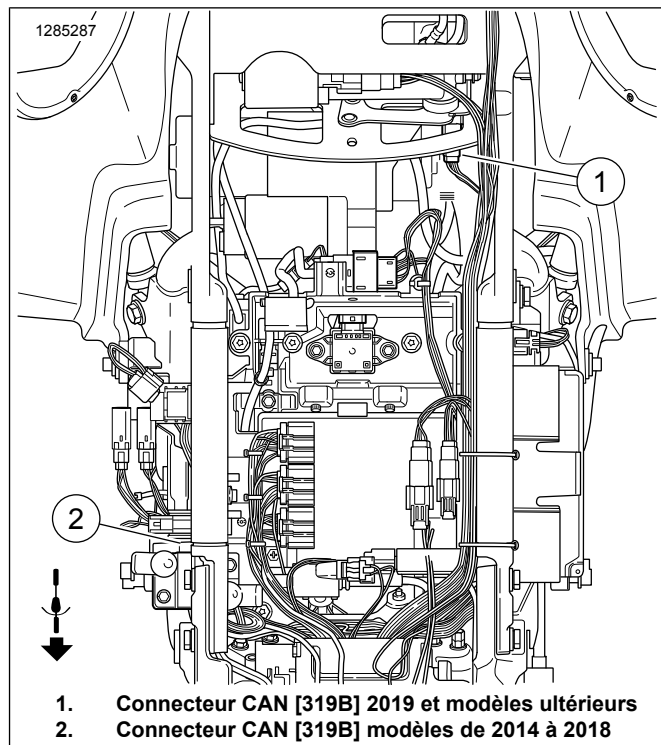

Figure 3. Connecteur CAN [319B]
- c. Voir Figure 3 . Repérer le connecteur CAN Delphi bidirectionnel [319B] (1) sous le couvercle latéral droit.
- d. Le capuchon est un ensemble de résistances d'extrémité fixé au boîtier. Retirer le connecteur [319B] (1) de l'ensemble de résistances.
- f. S'il s'agit de la seule connexion d'amplificateur (arrière) pour cette procédure de pose, reconnecter le côté [319B] (1) du faisceau C du kit à l'ensemble de résistances de terminaison mentionné à l'étape B ci-dessus. Si plusieurs amplificateurs arrière sont utilisés, connecter en guirlande [319B] de ce faisceau à [319A] du faisceau d'amplificateur suivant. Toujours vérifier que le connecteur restant [319B] est connecté à la résistance d'extrémité du véhicule.
- b. Séparer les trois serre-câbles qui attachent le faisceau du connecteur [319B] (1).
- c. Voir Figure 3 . Acheminer les connecteurs [319B] (1) et [319A] le long du côté gauche, puis sous le cadre jusqu'à l'emplacement côté gauche du connecteur de véhicule CAN.
- f. Voir Figure 3 . Repérer le connecteur CAN Delphi bidirectionnel [319B] (1) sous le couvercle latéral droit.
- g. Le capuchon est un ensemble de résistances d'extrémité fixé au boîtier. Retirer le connecteur [319B] (1) de l'ensemble de résistances.